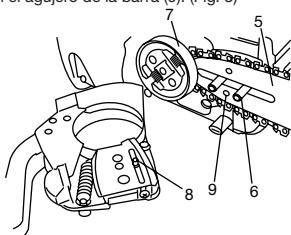

Fig. 3
3. Instale la barra de cadena (5) en los tornillos (6), luego, empújela hacia la rueda dentada (7) lo más lejos posible. Asegúrese de que la cabecilla del tornillo (8) de ajuste de tensión de cadena esté fija en el agujero de la barra (9). (Fig. 3)
Mover ligeramente la barra hacia adelante y atrás y asegurar que la masa del tensor de la cadena (8) quede correctamente ajustado en el orificio (9) de la barra. (Fig. 3)